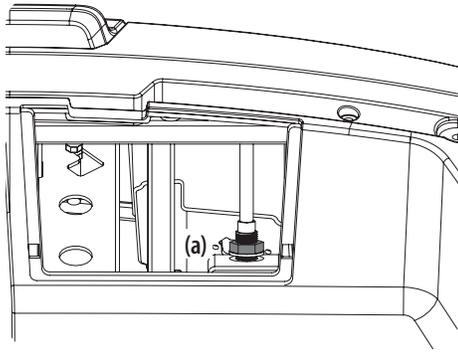

Figure 5-18
2. Trouvez les écrous de réglage (a) du levier de vitesse. Voir Figure 5-18.
3. Tournez les écrous (a) vers le haut ou vers le bas jusqu'à ce que le levier de vitesse fonctionne correctement. Voir Figure 5-18.